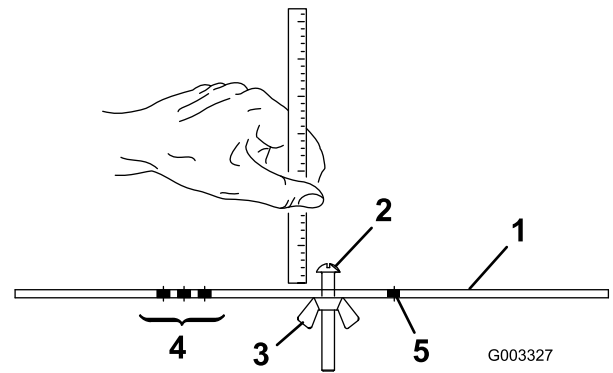

Figure 19
2. Desserrez l'écrou du gabarit (Figure 19) et tournez la vis de réglage de manière à obtenir la hauteur de coupe voulue. L'écartement entre la base de la tête de la vis et la face du gabarit correspond à la hauteur de coupe.